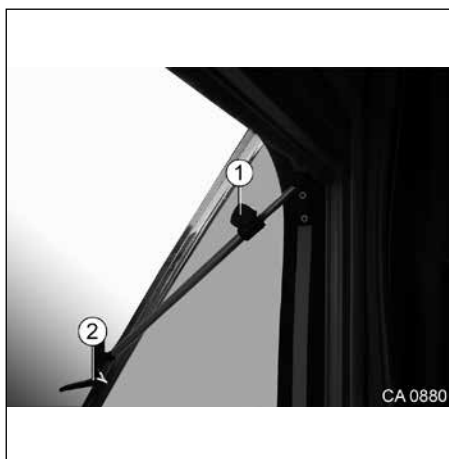
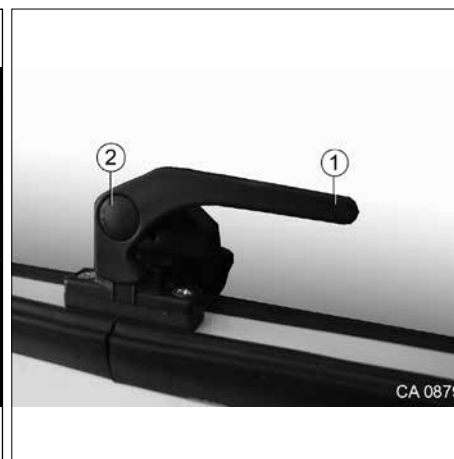

Fig. 9 Öppningsbara fönster
Fig. 10 Låshandtag öppningsbart fönster
- För att kunna vrida låshandtagen måste du trycka in spärren (se Fig. 10, pos. 2).
1. Tryck in spärren (Fig. 9 och Fig. 10, pos. 2) och håll den intryckt.
2. Vrid låshandtaget (Fig. 10, pos. 1) till lodrätt läge.
3. Lossa den räfflade skruven på teleskopstaget (Fig. 9, pos. 1).
4. Dra åt den räfflade skruven på teleskopstaget (Fig. 9, pos. 1).
4. Tryck in spärren (Fig. 9 och Fig. 10, pos. 2) och håll den intryckt.
5. Vrid låshandtaget (Fig. 10, pos. 1) till vågrätt läge.